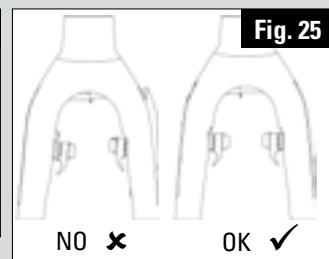

Fig. 25
3. Ajuste de tensión de resorte (llave Allen de 2 mm, fig. 25): ajuste la tensión de los resortes para hacer simétrico el movimiento de las palancas.